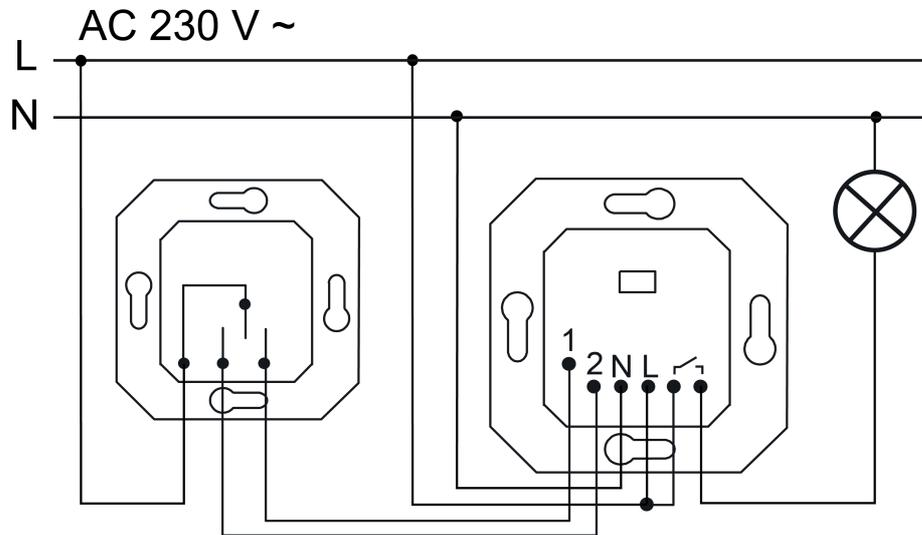

Figura 4: Esempio di collegamento con regolatore esterno meccanico
- Facoltativamente collegare i regolatori esterni ai morsetti 1 (OFF) e 2 (ON) (figura 4).